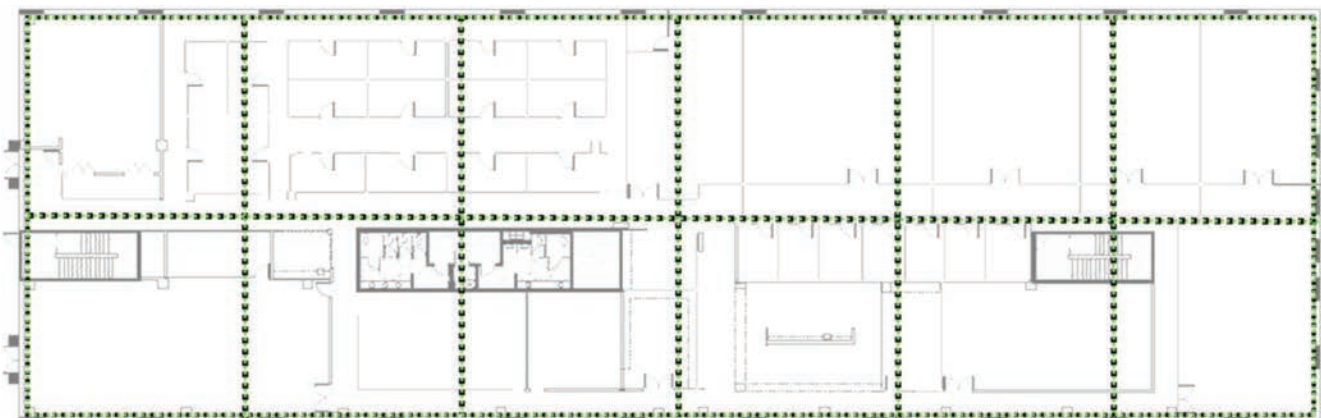

Afbeelding 2: Een voorbeeld van zonebekabeling en de CP-verbinding met het patchpaneel
Een andere horizontale distributiestrategie, bekend als zonebekabeling, gebruikt kabeltrajecten van de verdieping-bedienende TR naar specifieke zones of 'servicegebieden' in het gebouw. Een consolidatiepunt (CP) binnen elk servicegebied levert een permanente tussenliggende verbinding, waarbij vaste bekabeling is geïnstalleerd tussen de TR en het CP. Zonekabels bieden bekabelde connectiviteit van het CP naar de TO voor elk van de vereiste services, apparaten of applicaties, zoals getoond in afbeelding 2.